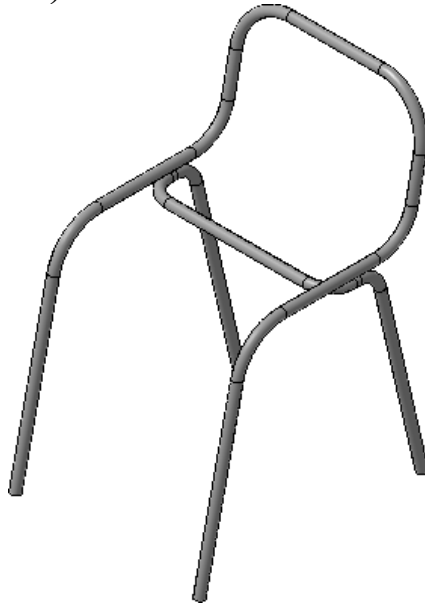

Рисунок 58.
- Сохраните деталь на диске и закройте ее окно — вы вернетесь в окно сборки (рис. 58).